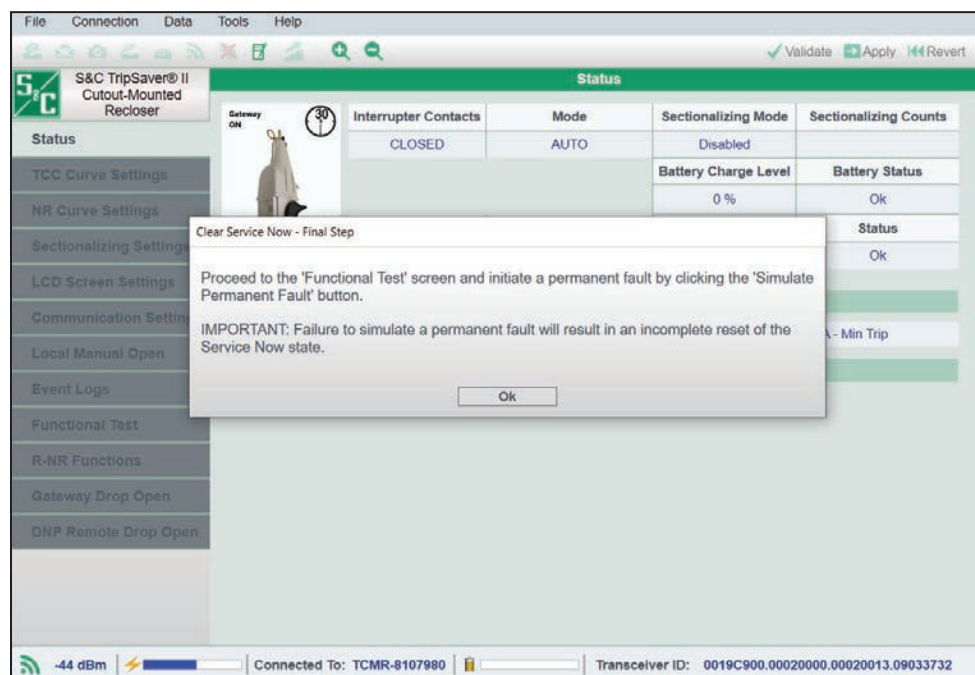

Figura 150. El cuadro de diálogo Clear Service Now—Final Step (Borrar Servicio Ahora—Paso Final).
PASO 7. Aparecerá el cuadro de diálogo Clear Service Now—Final Step. Ver la Figura 150. Haga clic en en el botón **OK (Aceptar)**.